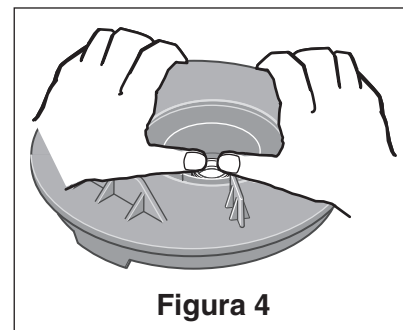

Figura 4
6. Quite los cinco (5) tornillos que sujetan el difusor a la placa de la junta. Quite el difusor.
10. Quite los cuatro (4) tornillos que aseguran la placa de la junta al motor.
11. Coloque la placa de la junta orientada hacia abajo sobre una superficie plana y dé un golpecito a la junta de cerámica blanca (consulte la **Figura 4**).